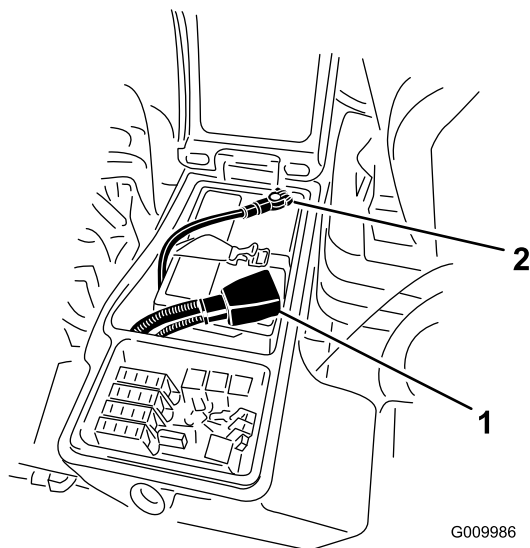

Figura 53
3. Retire el cable negativo (negro) del terminal negativo (-) y el cable positivo (rojo) del terminal positivo (+) de la batería (Figura 53).
6. Conecte el cable positivo (rojo) al borne positivo (+) y el cable negativo (negro) al borne negativo (-) de la batería (Figura 53).